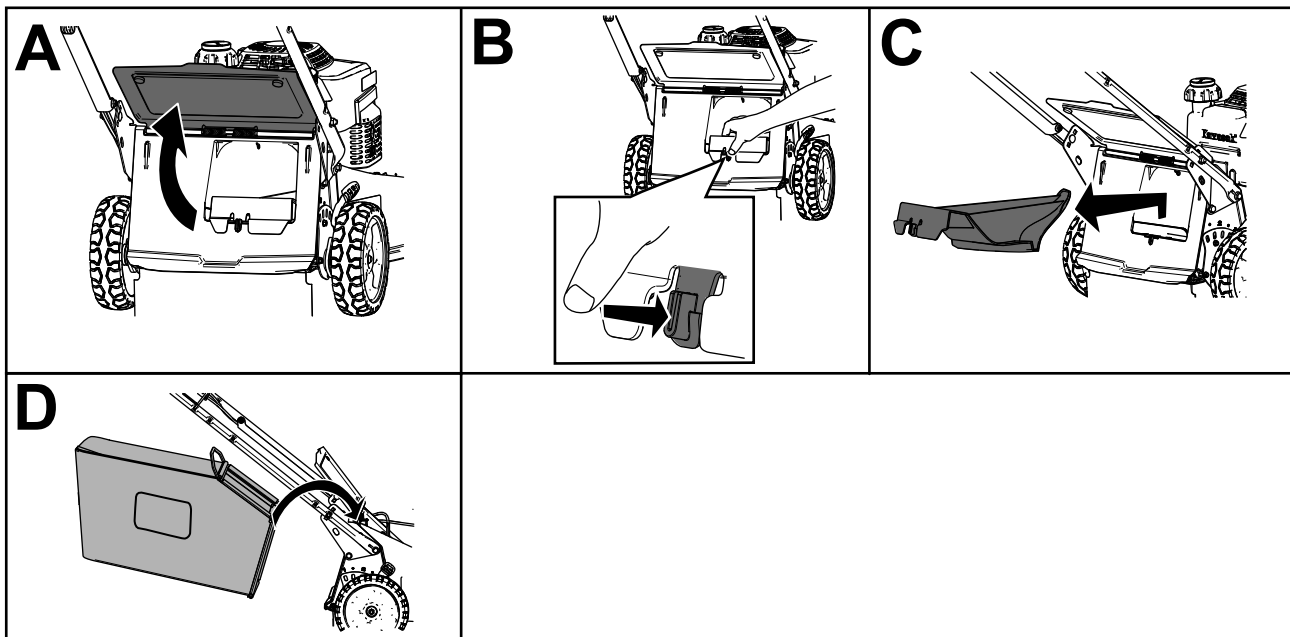

Рисунок 17
2. Поднимите и удерживайте в поднятом положении задний дефлектор (вид А на Рисунок 17).
3. Снимите заднюю выпускную заглушку, нажав на фиксатор большим пальцем и вытянув заглушку из машины (виды В и С на Рисунок 17).
4. Вставьте концы штанги травосборника в выемки в основании рукоятки и покачиванием травосборника из стороны в сторону убедитесь в том, что концы штанги находятся в нижней части обеих выемок (вид D на Рисунок 17).